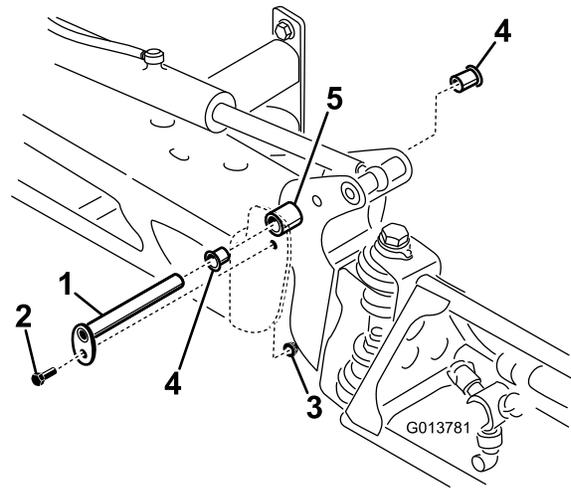

Figura 76
3. Con el peso del brazo apoyado, retire el perno y la tuerca que fijan el pasador de giro al conjunto del brazo (Figura 76).
4. Retire el pasador de giro (Figura 76).
6. Retire los casquillos de nailon desde delante y desde detrás del soporte pivote e inspecciónelos (Figura 76).
8. Instale el conjunto de brazo y soporte del pivote en el bastidor central, alineando los orificios (Figura 76).